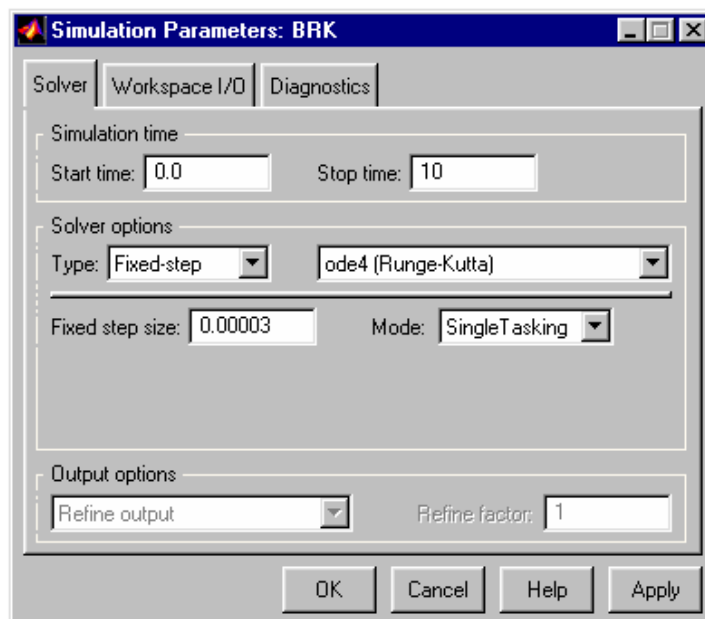

Рис.2.9. Окно установки параметров моделирования
5. Установить параметры моделирования. Для этого в разделе **Simulation** меню пользователя выбрать команду **Parameters**, которая откроет окно настроек параметров моделирования (рис.2.9).
Откроем окно настроек параметров моделирования с помощью команды **Parameters** в разделе **Simulation** меню пользователя окна модели (см. рис.2.9).